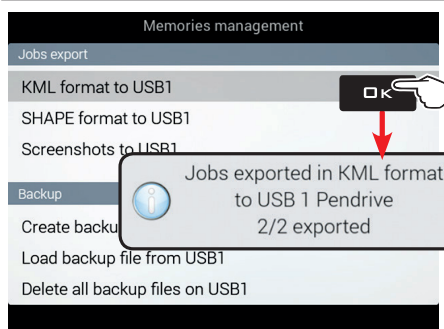

Fig. 280
- Välj punkten **KML format to USB 1** (Fig. 280) och tryck **OK**.